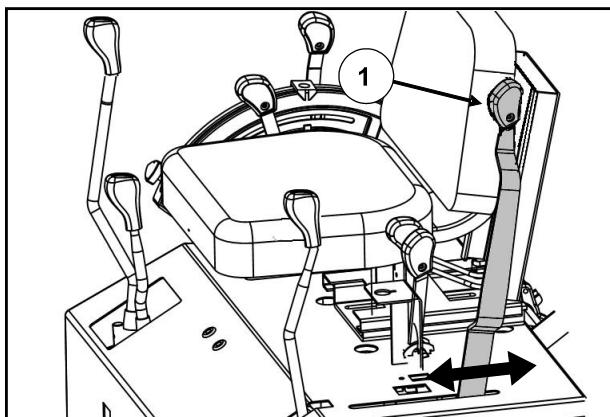

Fig. 4-18
Svrha pogona na prednjim točkovima je da se poveća vučna snaga na neravnom terenu, blatu klizavim površinama, itd. Kontrolna ručica (1), Fig 4-18 koristi se kako bi se isključivao i uključivao prednji pogon, Oba manevra mogu se izvesti dok se traktor kreće pravolinijski i nikada kada je pod opterećenjem.